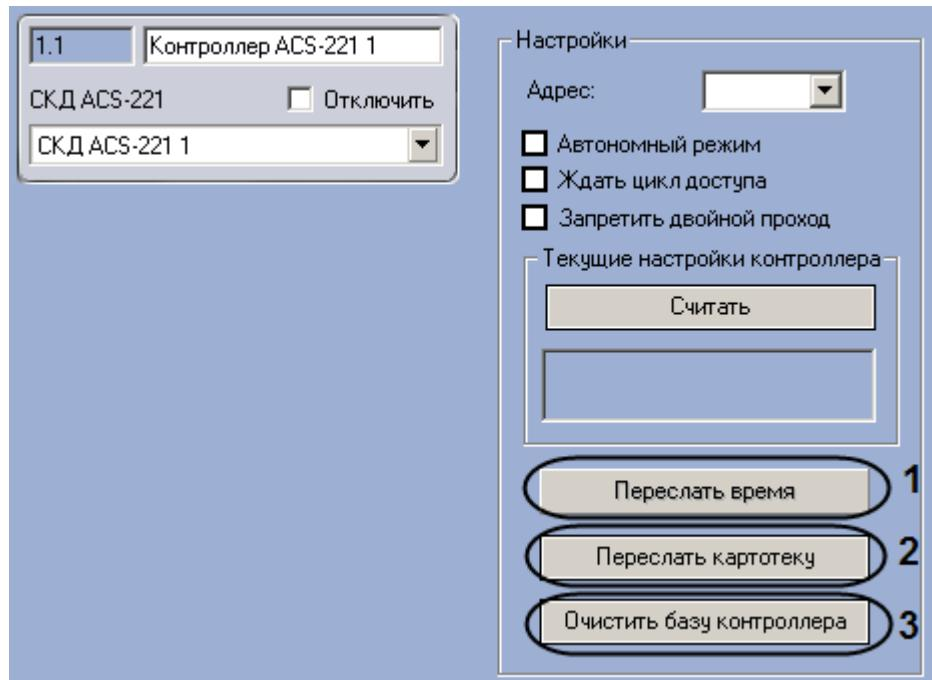

Рис. 3.6—1 Пересылка данных в контроллер СКУД ACS-221
Пересылка данных в контроллер ACS-221 производится на панели настроек объекта **Контроллер ACS-221** (Рис. 3.6—1).
1. Пересылка времени. Для пересылки времени компьютера в контроллер ACS-221 необходимо нажать на кнопку **Переслать время** (Рис. 3.6—1, 1).
2. Пересылка картотеки. Для пересылки в контроллер ACS-221 созданных в программном комплексе ACFA *Intellect* учетных записей пользователей, номеров их карт доступа и временных зон необходимо нажать на кнопку **Переслать картотеку** (Рис. 3.6—1, 2).
3. Очистка памяти контроллера. Для очистки флэш-памяти контроллера (списка данных о пользователях) необходимо нажать на кнопку **Очистить базу контроллера** (Рис. 3.6—1, 3).